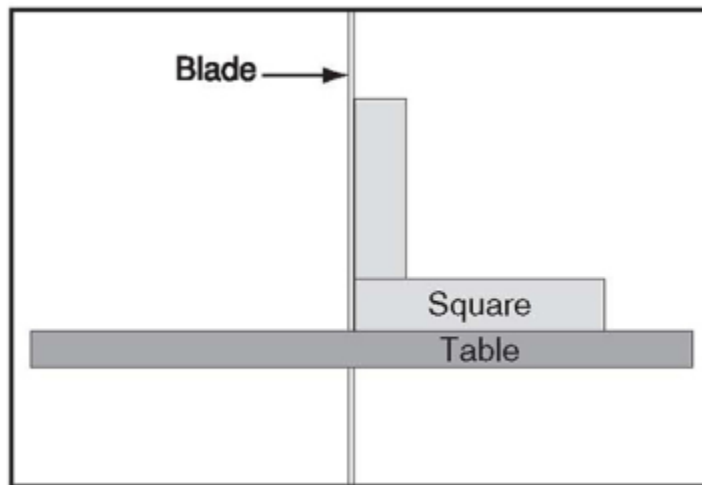

Рисунок 14. Используя угольник, установите стол перпендикулярно стороне лезвия.
7. Полностью приподнимите верхнюю направляющую пыльного полотна, затем положите уголок плашмя на стол, сбоку от пыльного полотна (см. рис. 14).